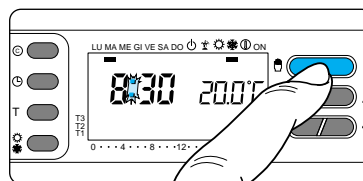

Fig. 76
15.2- Mediante il pulsante  predisporre l'apparecchio in funzionamento MANUALE (fig.76).